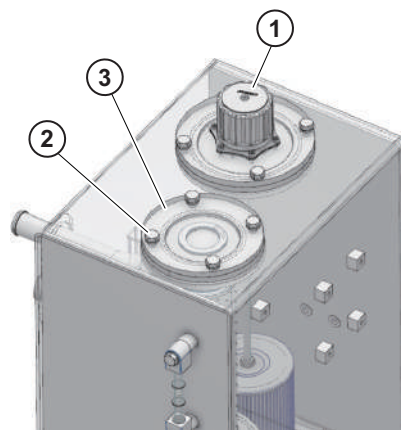
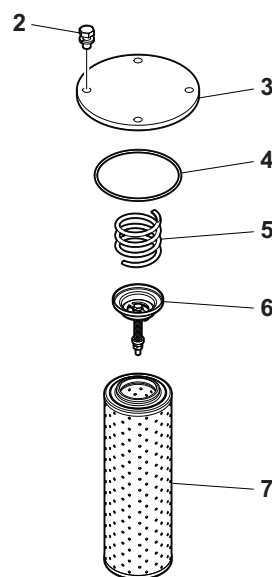

Figura 73
Figura 74
2. Inclíne ligeramente el tapón de ventilación (1, Figura 73) para liberar la presión interna.
3. Retire el perno y la arandela (2, Figura 73) y la cubierta de servicio (3). Extraiga la junta tórica (4, Figura 74), el muelle (5), la válvula de derivación (6) y el filtro (7).